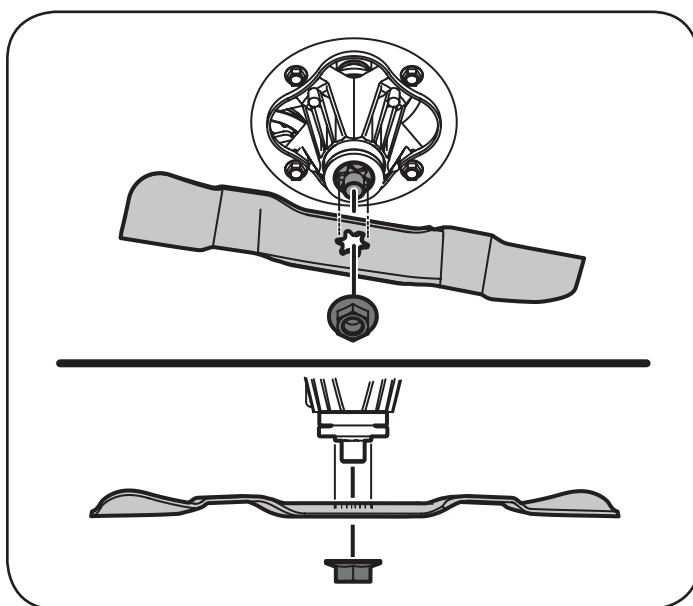

Figura 15
4. Extraiga la tuerca de brida hexagonal que asegura las cuchillas al montaje del husillo. Vea la Figura 15.